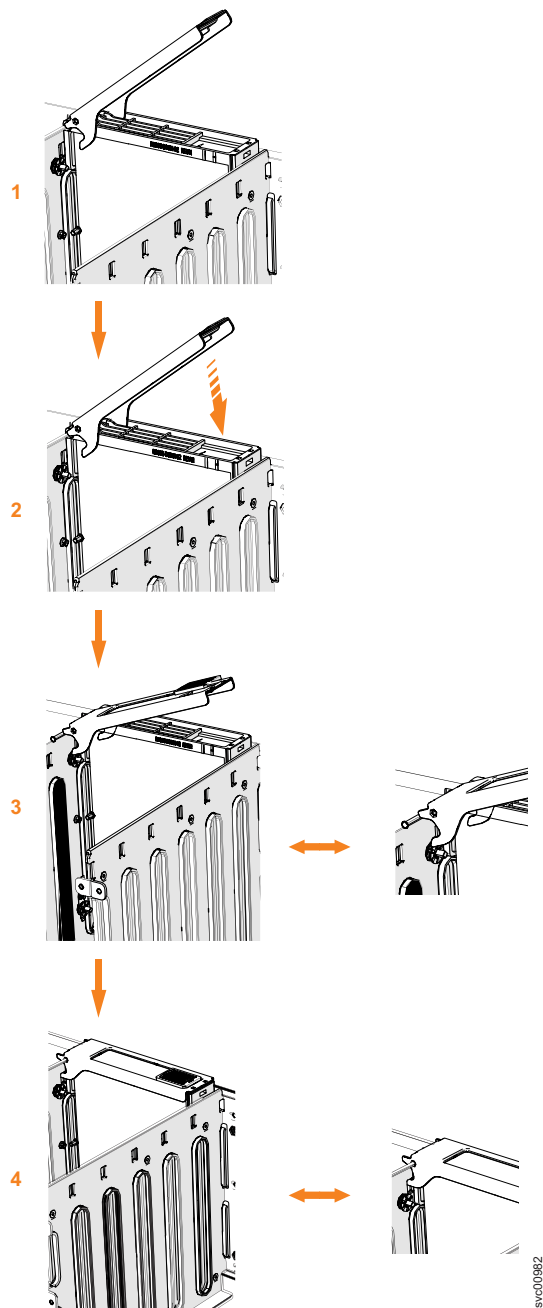

図 56. ディスク・ドライブの交換
6. ドライブ・アセンブリのドライブ・ハンドル (80 ページの図 56 の **1**) が開いた (ロック解除) 位置にあることを確認します。
8. ドライブが停止するまでそっと押し下げます。ラッチの底面を区画の上部の位置に合わせる必要があります。開いたハンドルの角度がドライブ・キャリアから 45 度を超えないようにしてください。 (80 ページの図 56 の **2**)。
9. ハンドルを下に回転させて、ドライブ・アセンブリーをシャーシにロックします (図 56 の **3**)。
11. ラッチ上部の先端も完全にかみ合っていることを確認します (80 ページの図 56 の **4**)。